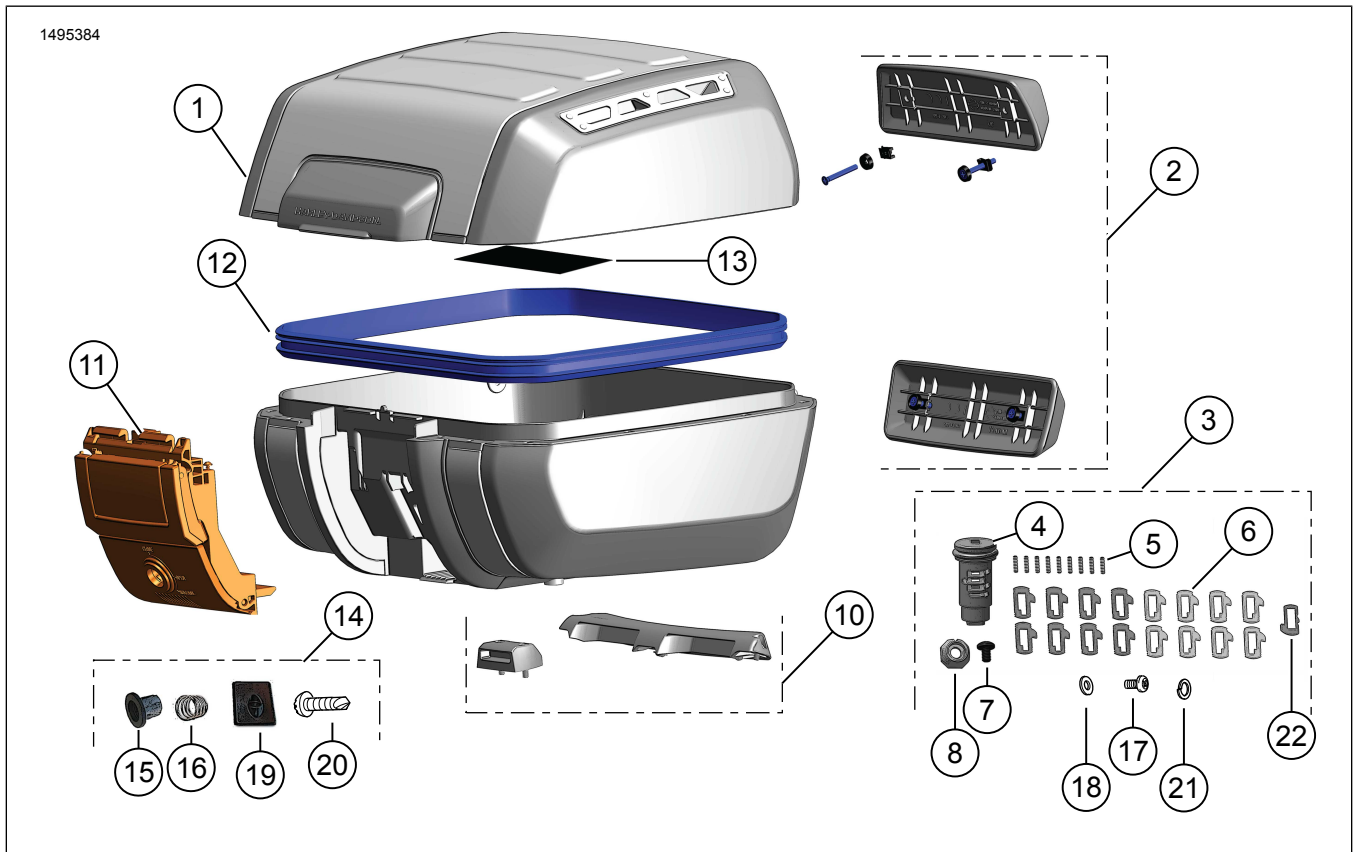
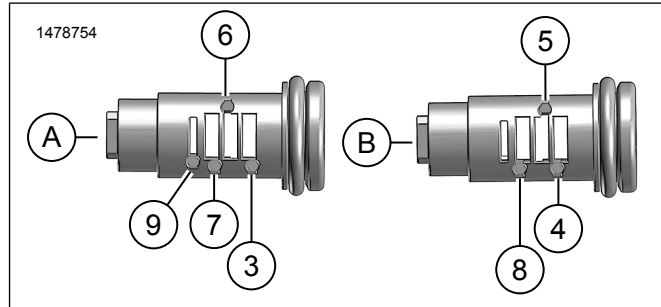

Figura 1. Contenido del kit: Caja superior desmontable
Figura 4. Ubicaciones de instalación del resorte y cilindro (normal)
5. Figura 4 Instale los resortes del cilindro (5), consulte Figura 1, en los agujeros de las estaciones 3, 6 y 7 del lado (A) del subconjunto del cilindro.
6. Figura 4 Instale los cilindros (6), consulte Figura 1, n.º 11-14 en las estaciones 3, 6 y 7 según los números de cilindro determinados en Tabla 3.
7. Figura 4 Instale los resortes del cilindro (5), consulte Figura 1, en los agujeros de las estaciones 4, 5 y 8 del lado (B) del subconjunto del cilindro.
8. Figura 4 Instale los cilindros (6), consulte Figura 1, n.º 21-24 en las estaciones 4, 5 y 8 según los números de cilindro determinados en Tabla 3.